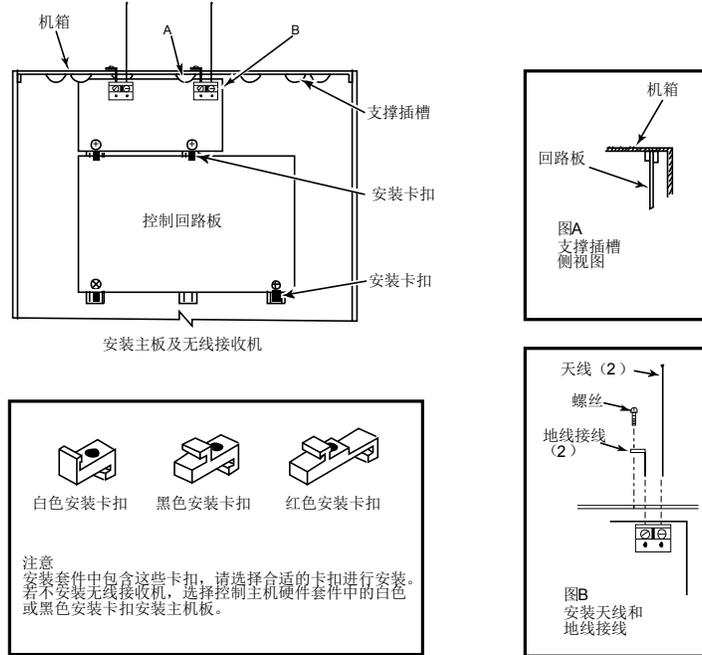

图 3. 安装主板及 RF 接收机
1. a 将接收机主板从机箱中取出，将主板用螺钉固定在机箱顶部的两个黑色垫片上（见图 3，图 A）。确认其与主板处于平行位置。
2. 将地线接线片 (随机提供) 从主机箱上部的左天线孔插入机箱, 并用螺丝固定在左天线座上 (如图 3, 图 B)。